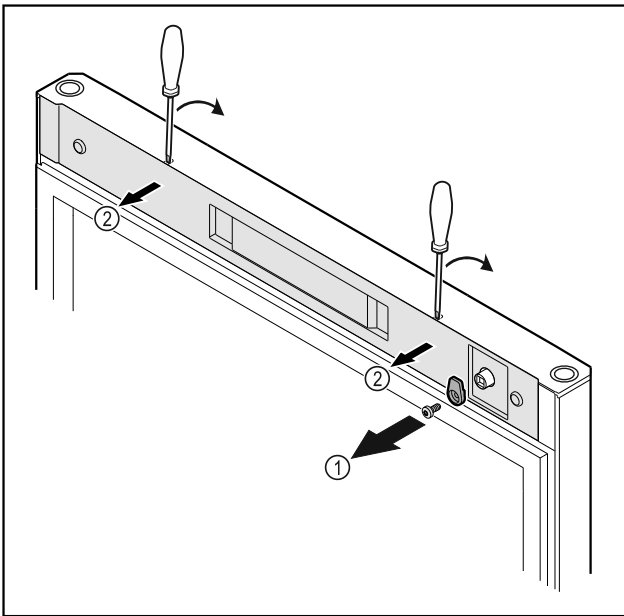

Fig. 17
- Schließhaken Fig. 17 (1) abschrauben.
- Abdeckung Fig. 17 (2) mit einem kleinen Schraubendreher ausrasten und abnehmen.